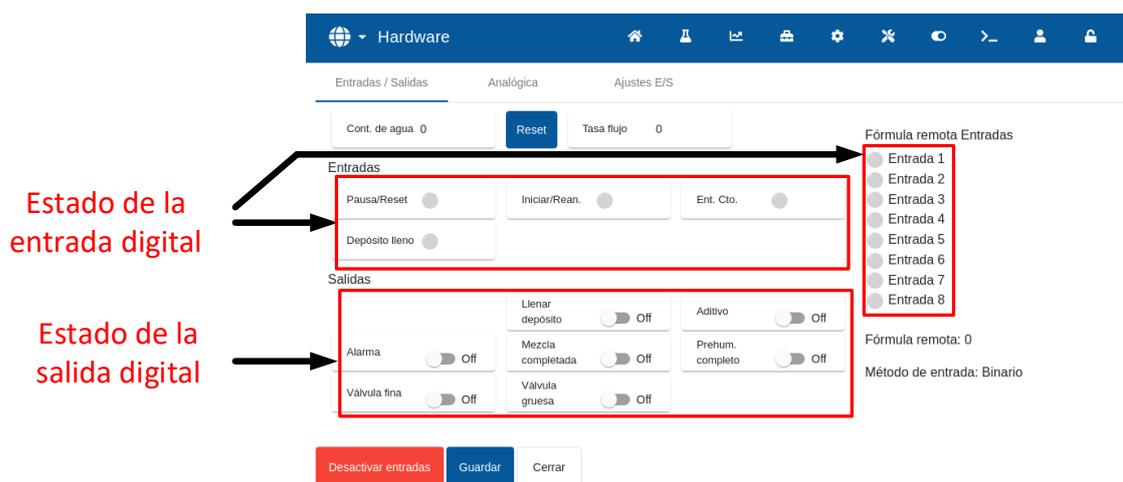

Figura 24: Página Prueba de E/S
Las entradas y salidas digitales pueden comprobarse mediante la página «Entradas/Salidas» de la pantalla «Hardware» (consulte la Figura 24).
1. Vaya a la página «Entradas/Salidas» de la pantalla «Hardware» (consulte la Figura 24). Pulse el botón «Reiniciar» si el valor del «Contador de agua» no es «0».